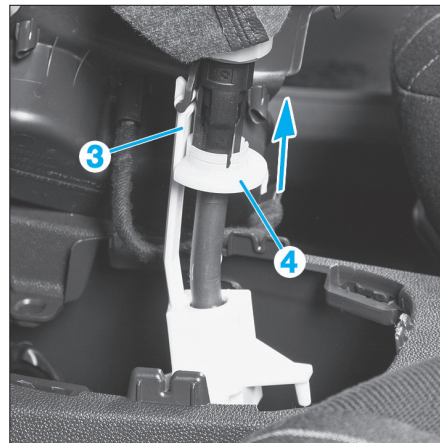

Fig. 21
- Dégrafer le raccord du verrouillage de marche arrière (3) du pommeau de levier de vitesses (Fig.21).